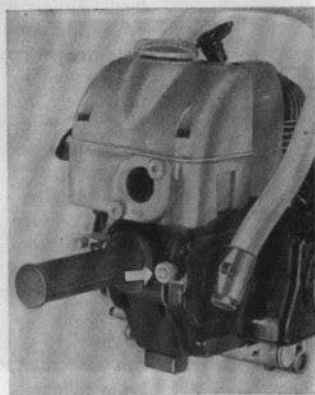

Fig. 6.
1. Öppna bensinkranen 2 varv (se pilen i fig 6).